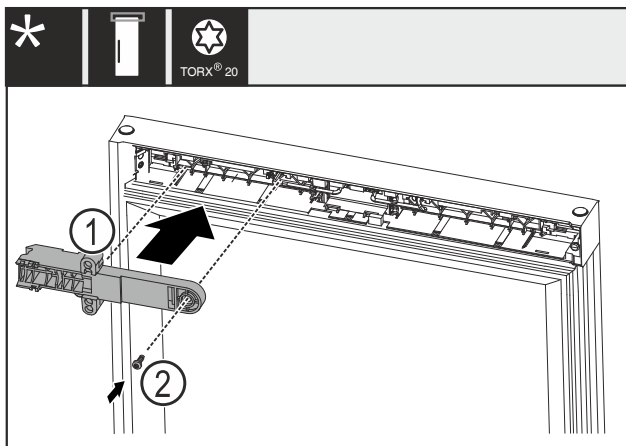

Fig. 22
- Slothouder Fig. 22 (1) 180° draaien en op de tegenoverliggende zijde monteren.
- Slothouder Fig. 22 (1) met schroef Fig. 22 (2) bevestigen.